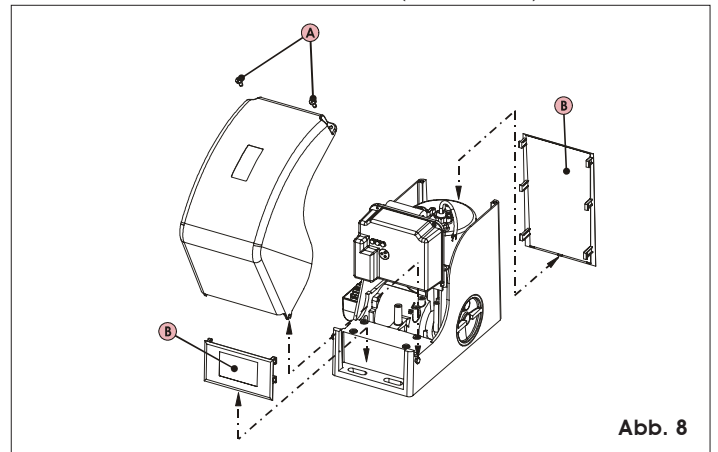

Abb. 8
- 1) Die Motorabdeckung abnehmen, indem die beiden oberen Befestigungsschrauben (Abb. 8 Bez. A) vollständig abgeschraubt werden, die Abdeckung um ca. 30° drehen und nach oben abnehmen. Die beiden Teile des Seitenschutzes (Abb. 8 Bez. B) abnehmen.